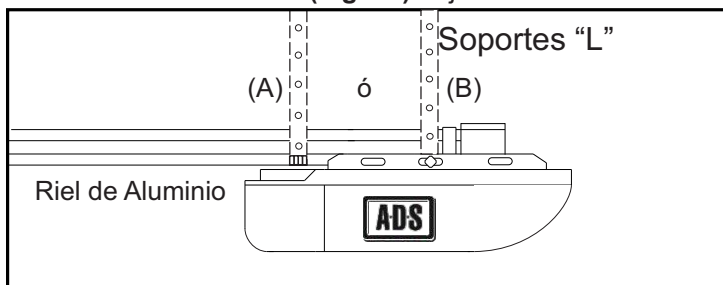

Fig.9
- **Riel de Aluminio (Fig. 9):** Coloque las dos piezas de conexión para Soportes y asegúrese que el Riel esté a nivel, a continuación fije el Riel de Aluminio al techo con los Soportes y sujete el Abrepuertas de Garage. Compruebe que el Portón no toque ninguna parte del Riel, abriendo y cerrando el Portón de forma manual.